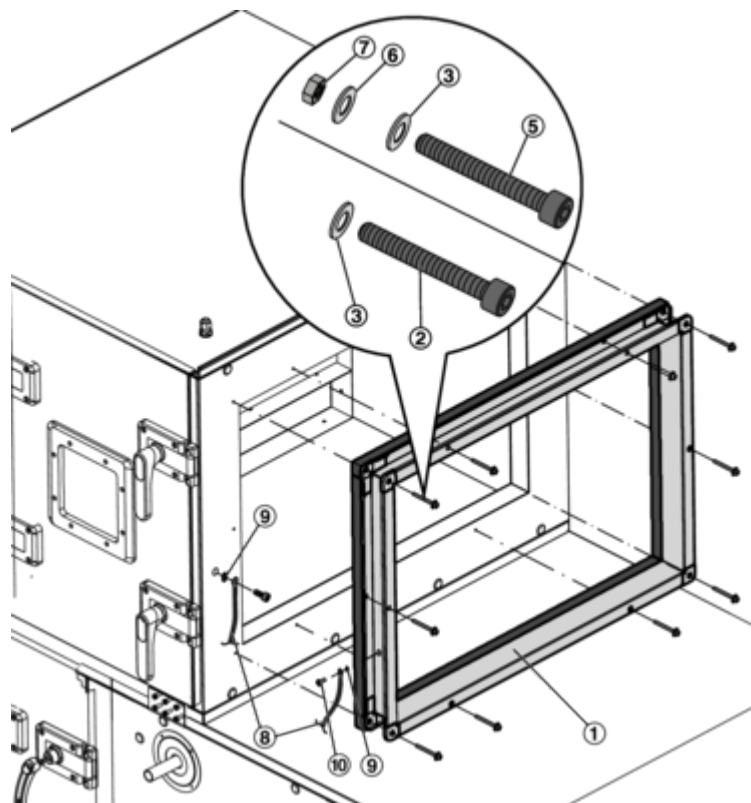

Fig. 18 : Fixation du cadre de liaison
①	Collerette de raccordement
②	Vis fileté M6 × 40	A00000055910	A00000055911	–	–
③	Rondelle Ød 6.4	M332AA3	M333AA3	M332AA3	M333AA3
⑤	Vis fileté M6 × 40	–	–	A00000018868	A00000056190
⑥	Rondelle Ød 6.4	–	–	M332AF9	M333AC3
⑦	Écrou M6	–	–	M332AD6	M323AA3
⑧	Câble de terre	A00000026651
⑨	Rondelle de blocage, dentelée	M332KB4	A00000045194	M332KB4	A00000045194
⑩	Vis à tête cylindrique M6 × 12	M852AC6
⑪	Vis fileté M6 × 30	M852AC4
- ▶ Placez le cadre de raccordement (Fig. 18 /1) avec le joint périphérique tourné vers la CTA et fixez-le avec des vis taraudeuses (Fig. 18 /2), des joints en caoutchouc (Fig. 18 /4) et des rondelles (Fig. 18 /3).
Si le cadre de raccordement doit être fixé à un amortisseur à lames multiples, il faut le fixer à l'aide des vis à tête cylindrique (Fig. 18 /5), des rondelles (Fig. 18 /3 et 6) et des écrous (Fig. 18 /7) fournis.
- ▶ Fixer un œil du câble de terre (Fig. 18 /8) avec une vis à tête cylindrique M6 × 12 (Fig. 18 /10) et une rondelle d'arrêt dentelée (Fig. 18 /9) au connecteur d'isolation contre le bruit.
- ▶ Fixer l'autre témoin du câble de mise à la terre avec une vis à tête filetée M6 × 30 (Fig. 18 /11) et une rondelle dentelée à travers le panneau sur le cadre tubulaire de la CTA.